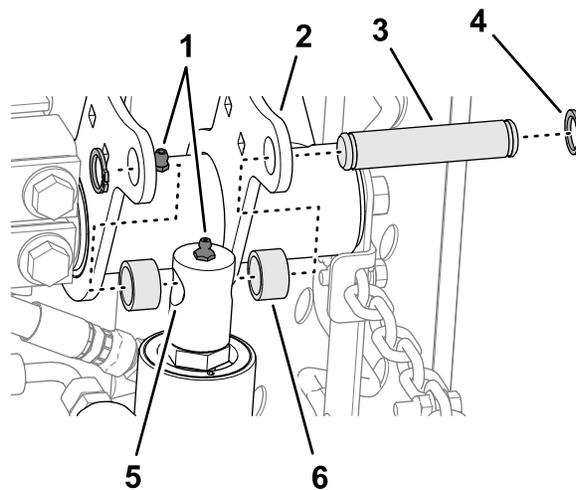

Рисунок 15
4. Медленно переместите шток гидроцилиндра подъема так, чтобы он совместился с отверстиями во фланцах правого подъемного рычага (Рисунок 15).
5. Установите шток на фланцы с помощью монтажного штифта, 2 проставок и 2 стопорных колец (Рисунок 15).
6. Заправьте консистентной смазкой № 2 на литевой основе масленку на подъемном рычаге и гидроцилиндре (Рисунок 15).